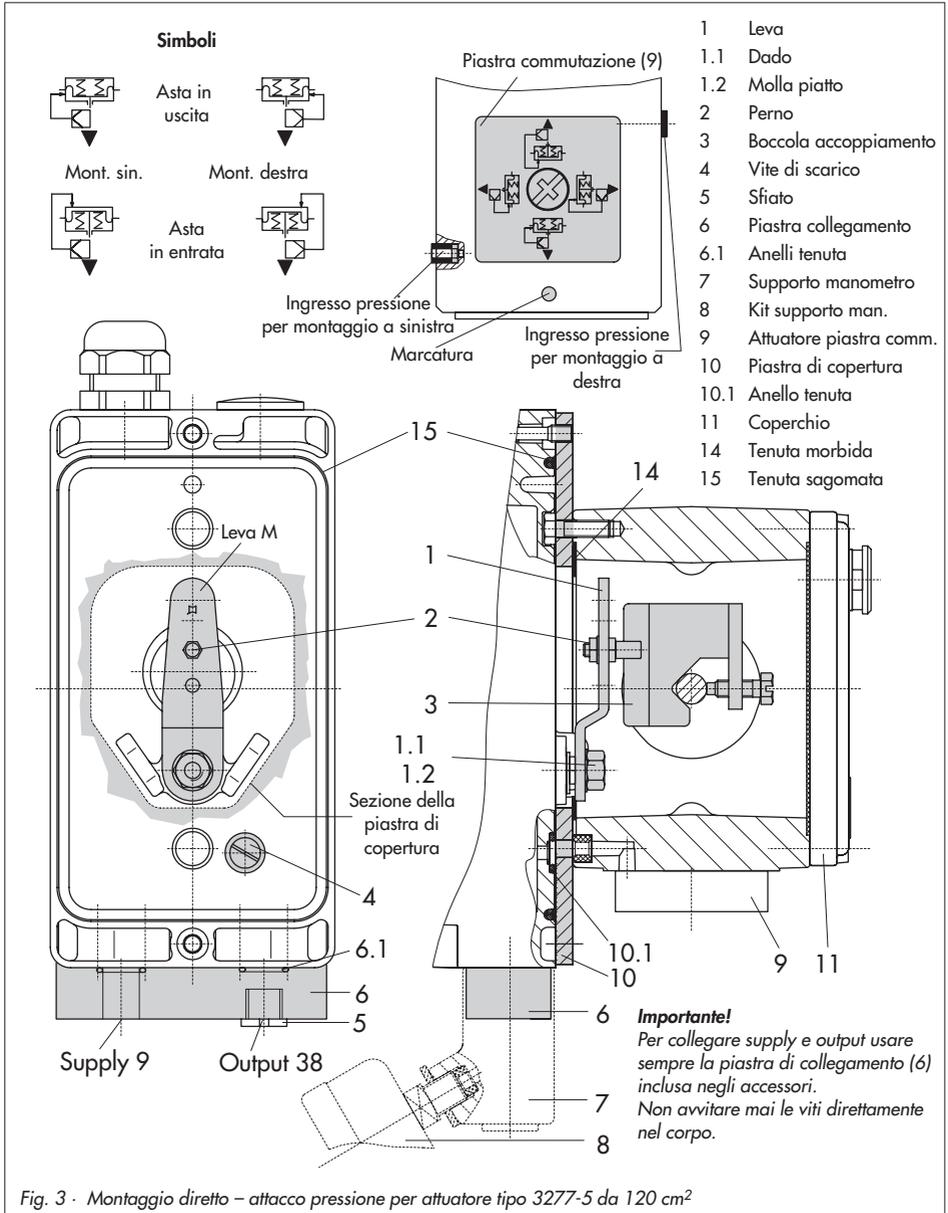

Fig. 3 · Montaggio diretto – attacco pressione per attuatore tipo 3277-5 da 120 cm²
4. Fissare la piastra di copertura (10) con la parte più stretta della sezione (fig. 3 a sinistra) nella direzione dell'attacco di pressione. Assicurarsi che la garnizione (14) sia rivolta verso il castello dell'attuatore.
5. **Corsa 15 mm:** mantenere il perno (2) sulla leva **M** (1) nella parte posteriore del posizionario sulla posizione **35** (standard).